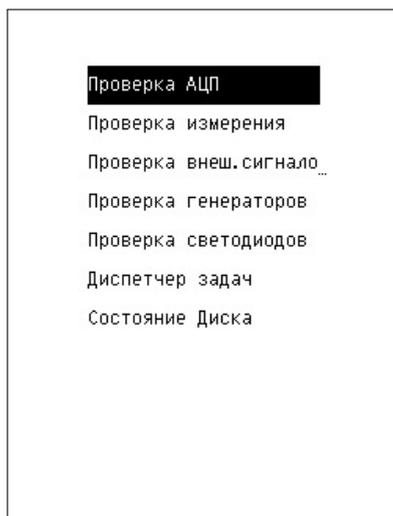

Рисунок 2.18 —
2.7.14 Меню «Наладка» содержит раздел диагностики (Рисунок 2.18), позволяющий производить проверки функционирования изделия.